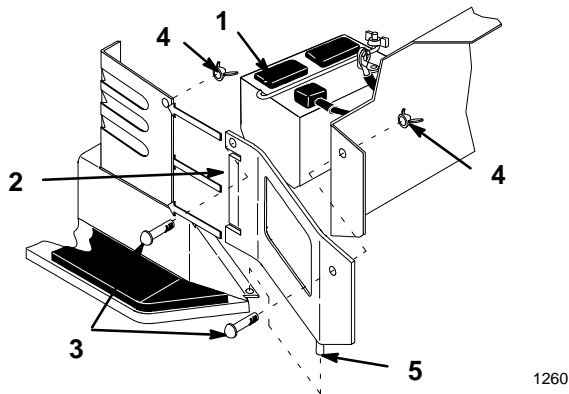

Figure 38
3. Retirer les panneaux latéraux pour pouvoir accéder à la batterie et la déposer (Fig. 38). Retirer les écrous papillons et les vis, soulever le panneau pour dégager l'ergot, et faire glisser les languettes du panneau hors de la tour de direction.
1. Remettre la batterie en place dans le châssis (Fig. 38).
5. Remonter les panneaux latéraux en insérant les languettes dans la tour de direction et l'ergot dans le flasque du repose-pied, et les fixer à l'aide des vis et des écrous papillons (Fig. 38).